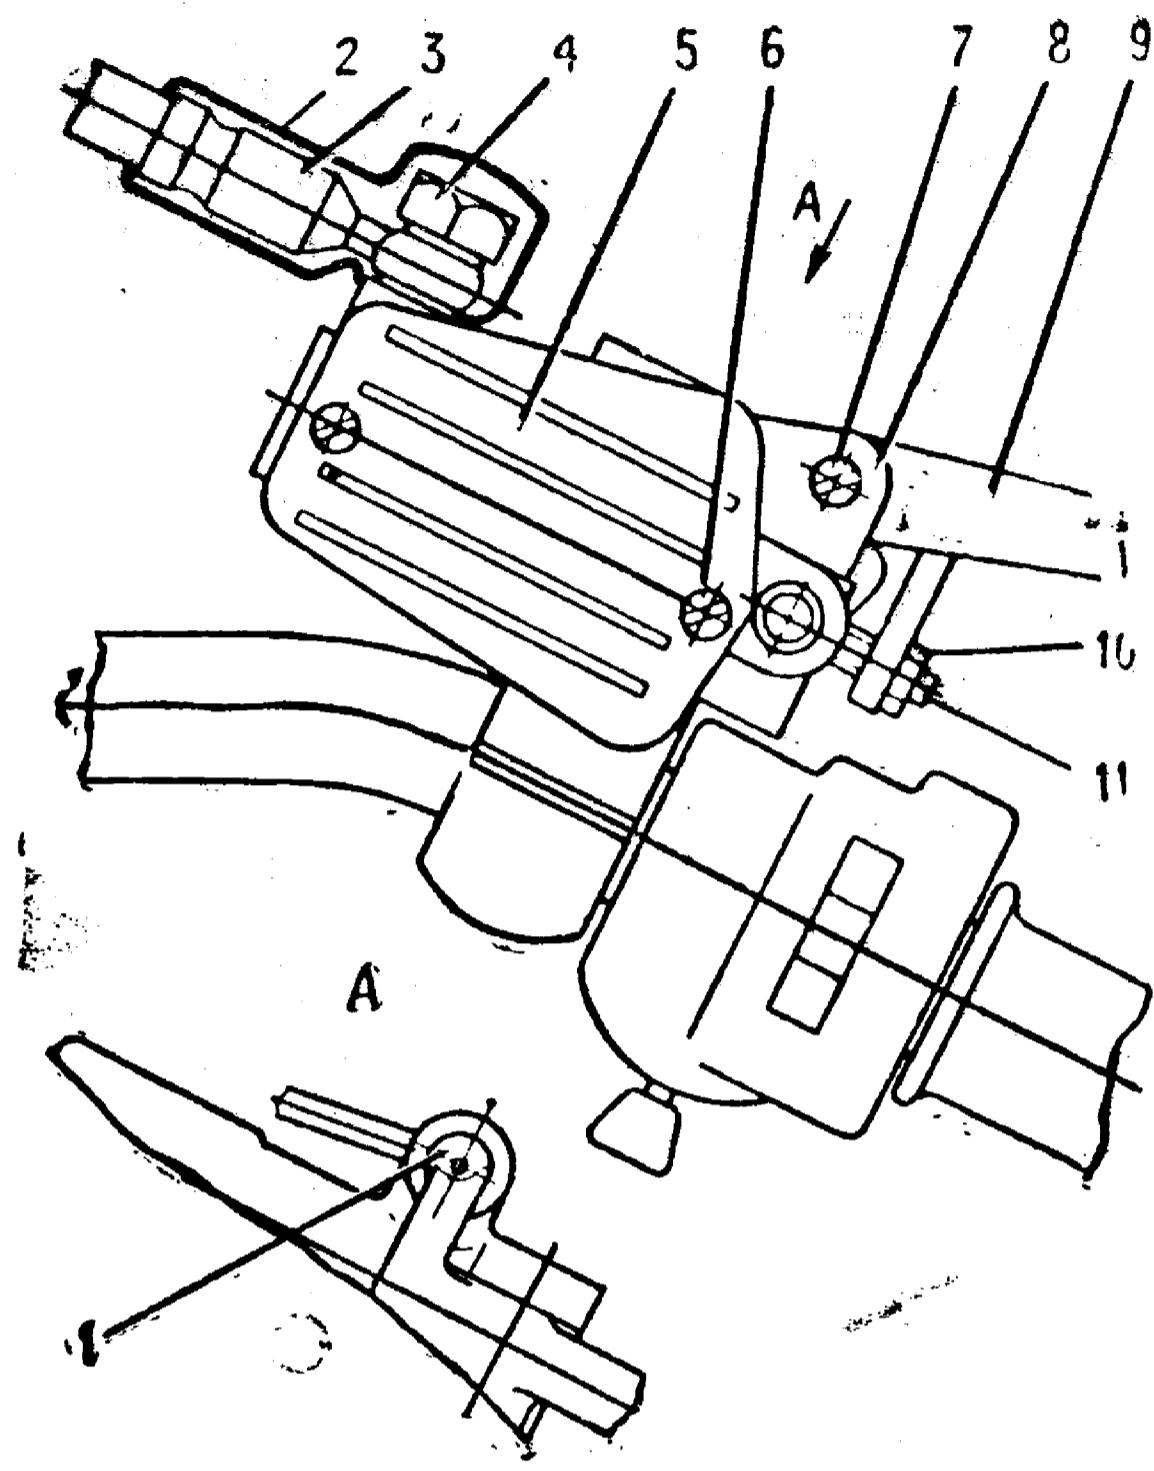

Рис. 25. Привод гидравлического тормоза:
- вывернуть винты 6, снять крышку 5 (рис. 25) главного тормозного цилиндра и диафрагму;
- нажимая на рычаг 9 (рис. 25) тормоза переднего колеса, сливать жидкость из системы, доливая в главный тормозной цилиндр свежую тормозную жидкость до тех пор, пока во всей системе не произойдет замена жидкости, следить, чтобы жидкость полностью из главного тормозного цилиндра не удалялась;
- нажать резко 3...4 раза на рычаг 9 (рис. 25) тормоза переднего колеса и, удерживая рычаг тормоза нажатым, отвернуть на 1...2 с клапан выпуска воздуха на $1/4$ оборота, чтобы из тормозной системы вышел воздух (пузырьки в емкости). Эту операцию повторять до полного удаления воздуха из гидросистемы;